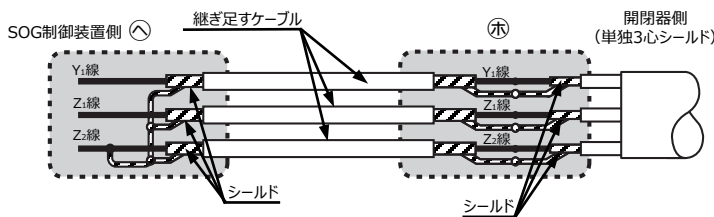

図10 ケーブルの継ぎ足し
- ㊦ 開閉器側制御ケーブルの端末は、シールド線をZ2端子にはんだ付けしていますので、継ぎ足す場合にはZ2端子からY1、Z1、Z2の各々のシールド線を外し、端子記号を合わせて接続してください。また開閉器側のY1、Z1、Z2のシールド線と継ぎ足すケーブル側のシールドを各々接続してください。(図10)
- ㊧ 継ぎ足した側のケーブル端末は、SOG制御装置側でY1、Z1、Z2のシールド線とZ2端子を接続してください。(図10)